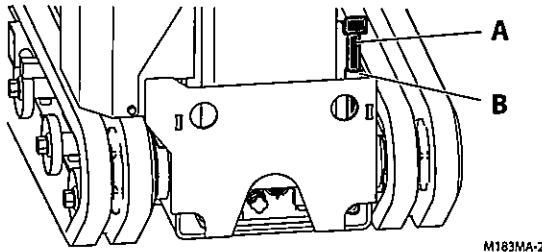

図 1-14
- 安全支柱を使わないときは、安全支柱 (図 1-14, A) は必ず格納位置 (図 1-14, B) に格納してください。